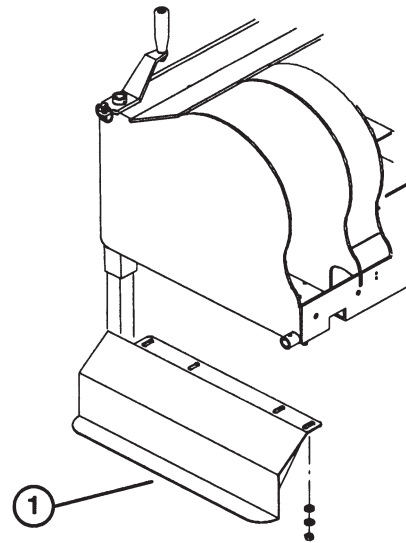

Figure 4
1. Enlevez les (4) écrous, rondelles de blocage et rondelles légèrement fixées à chaque extrémité inférieure du châssis de l'aérateur.
2. Positionnez le capot latéral approprié (gauche ou droit) sur les goujons de montage (Fig. 4).